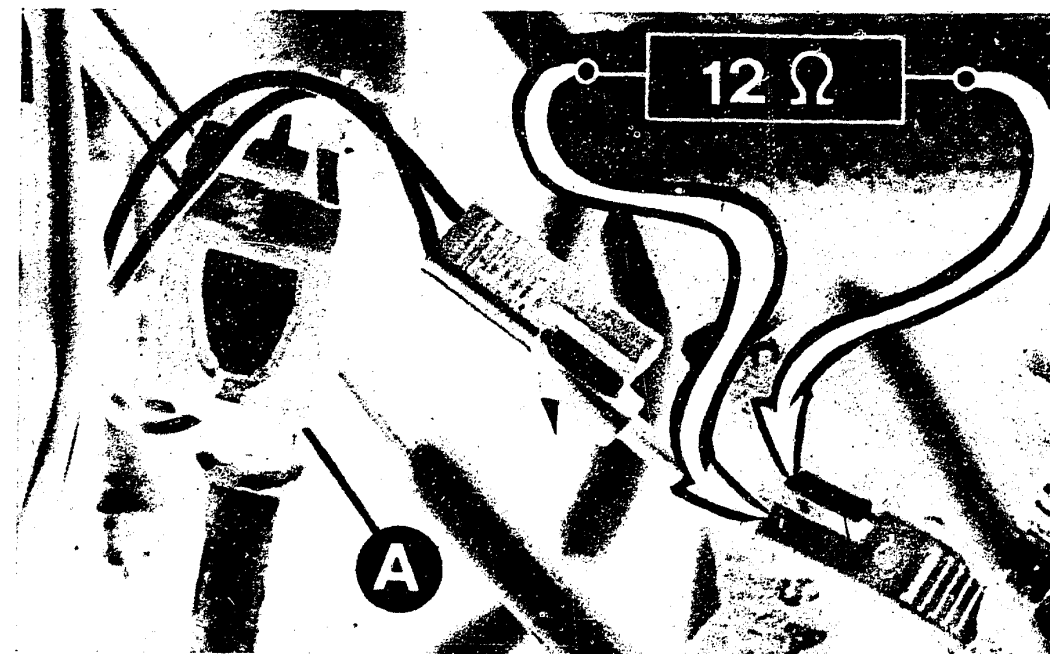

Bild 52 Kontrolle des Ölstandgebers durch Zwischenschalten eines 12-Ohm-Widerstandes am Stecker.
- **Motorenölstand:** Der Kontaktgeber ist im unteren Teil des Ölmesstabes eingesetzt. Einer der beiden Kontaktarme ist als Bimetallfeder gebaut und mit einem Heizdraht umwickelt. Im Normalfall wird die entstehende Hitze durch das Motorenöl abgeführt und die Kontakte bleiben geschlossen. Bei zu niederem Ölstand wird zu wenig Wärme abgeführt und die Kontakte öffnen sich. Der Sensor lässt sich überprüfen, indem man die beiden elektr. Anschlüsse mit einem Widerstand von 12Ω verbindet und die Zündung einschaltet. (Bild 52). Erlischt die Kontrolllampe, so liegt der Fehler am Geber. Ansonsten ist der Monitor defekt.